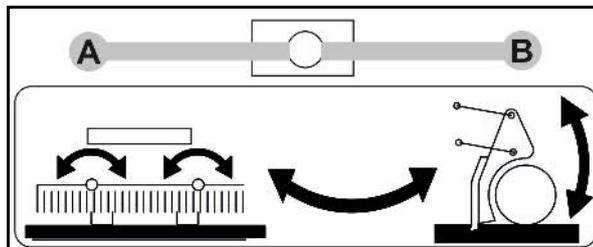

Fig. 85
6. Absperrhahn (Fig. 85/1) in Position **A** bringen.
4. Befüllschnecke hydraulisch ausklappen (Fig. 85/2).
6. Befüllschnecke hydraulisch antreiben (Fig. 85/1).
9. Befüllschnecke hydraulisch einklappen ausklappen (Fig. 85/2).